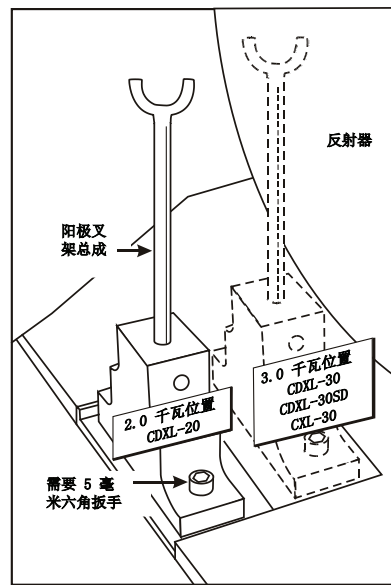

图 2-16 阳极叉架位置
2. 根据灯泡类型放置阳极叉架总成。检查阳极叉架总成的位置以确定投影机中使用的灯泡类型。表 2.2 列出了所有 CP4220 可用的灯泡类型，以及阳极叉架总成的位置。（图 2-16）